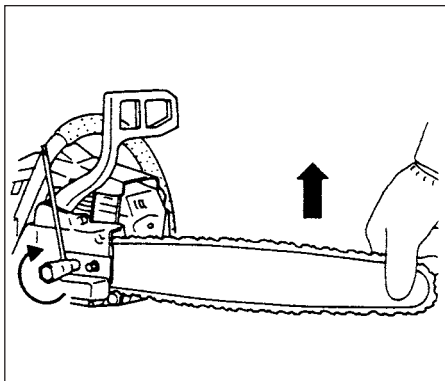

Fig.1-4
**KORREKT SPÆNDING ER SÆRDELES VIGTIGT! (Fig.1-4, 5)**
6. Løft sværdenden og spænd kædesværdets fastspændingsmøtrikker sikkert med skruenøglen. (Fig. 1-4)